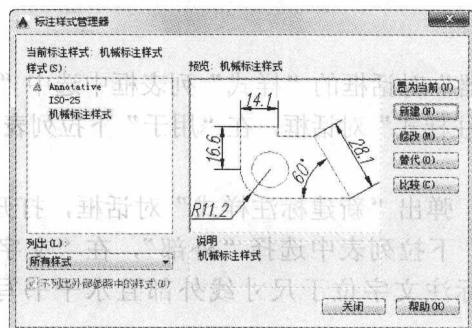

图 1-24 创建机械标注样式
7. 其余选项卡保留默认设置不变，单击“新建标注样式”对话框中的“确定”按钮，完成“机械标注样式”的设置。在“标注样式管理器”对话框中显示出该样式，如图 1-24 所示。